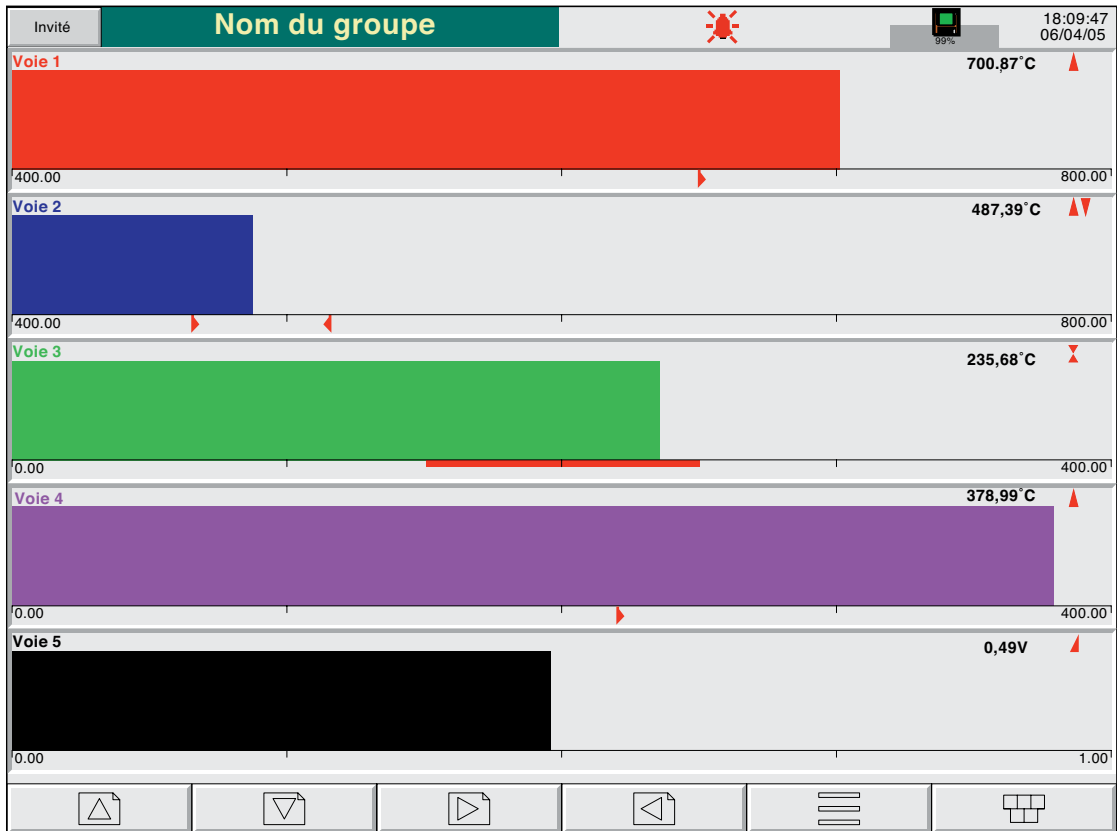

Figure 3.4.5a Mode barres-graphes horizontaux (exemple à une seule colonne)
Cet écran, accessible depuis le mode Barres-graphes horizontaux à l'aide de la touche flèche vers le bas ou sélectionné en utilisant la touche "Aller à la vue" du Menu principal, affiche les valeurs mesurées (PV) sous forme de barres horizontales avec des valeurs numériques et des données d’alarme, comme le montre les figures 3.4.5a et 3.4.5b.